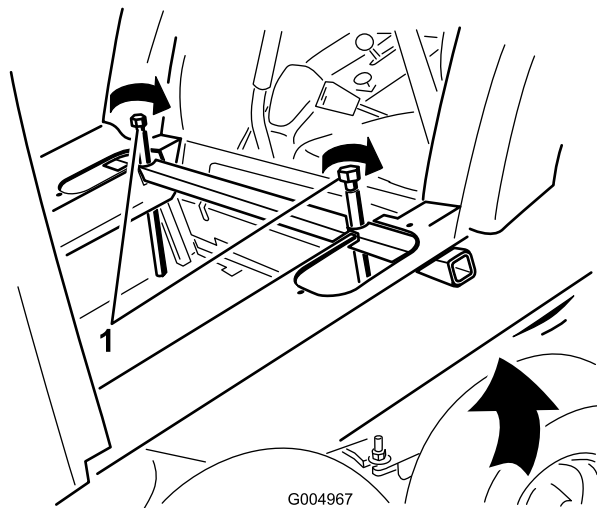

Figura 85
27. Eleve la parte trasera de la cabina lo suficiente para salvar el respaldo del asiento, apretando de forma lenta y uniforme los pernos de elevación (Figura 85) en cada lado del tubo de elevación de la cabina. Cambie de lado frecuentemente, para que los pernos sostengan la cabina de manera uniforme y mantengan su posición en los orificios de la chapa de suelo.